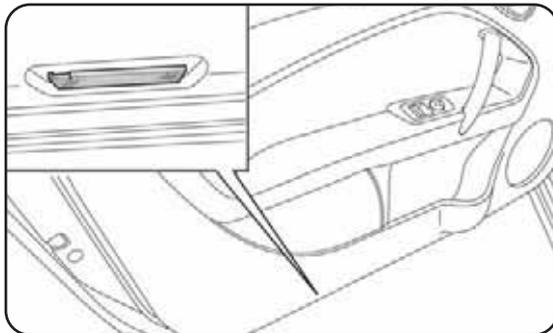

fig. 39
**PLAFONIER LUZES DE POÇAS fig. 39**